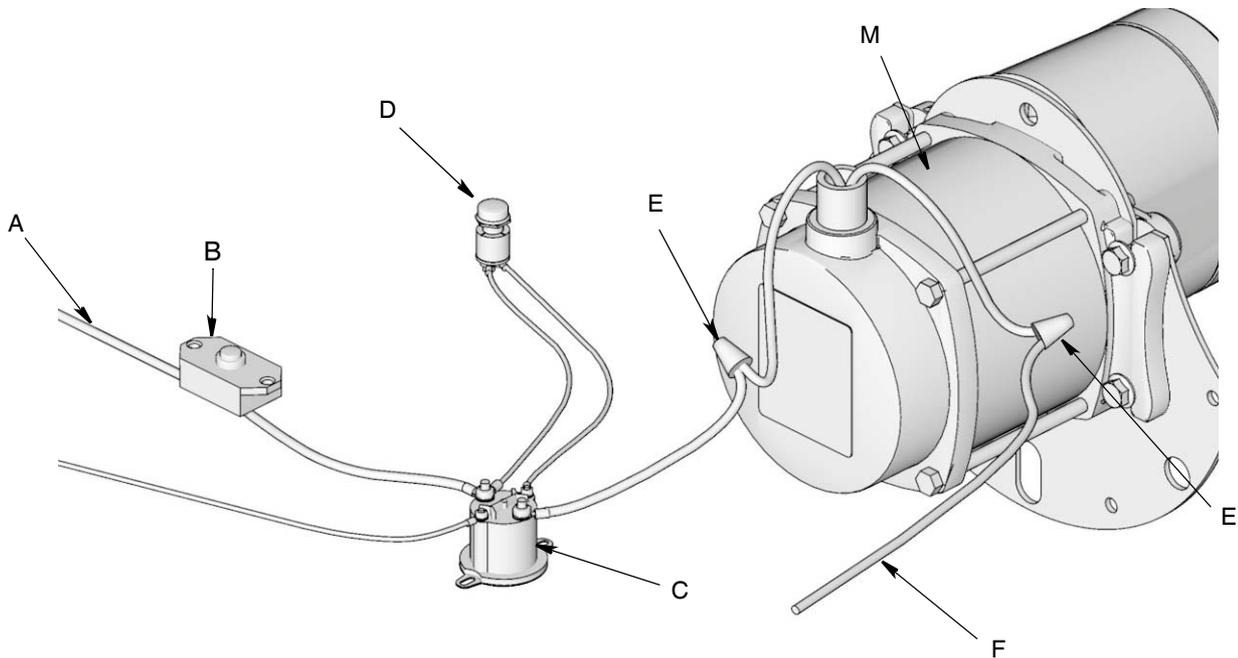
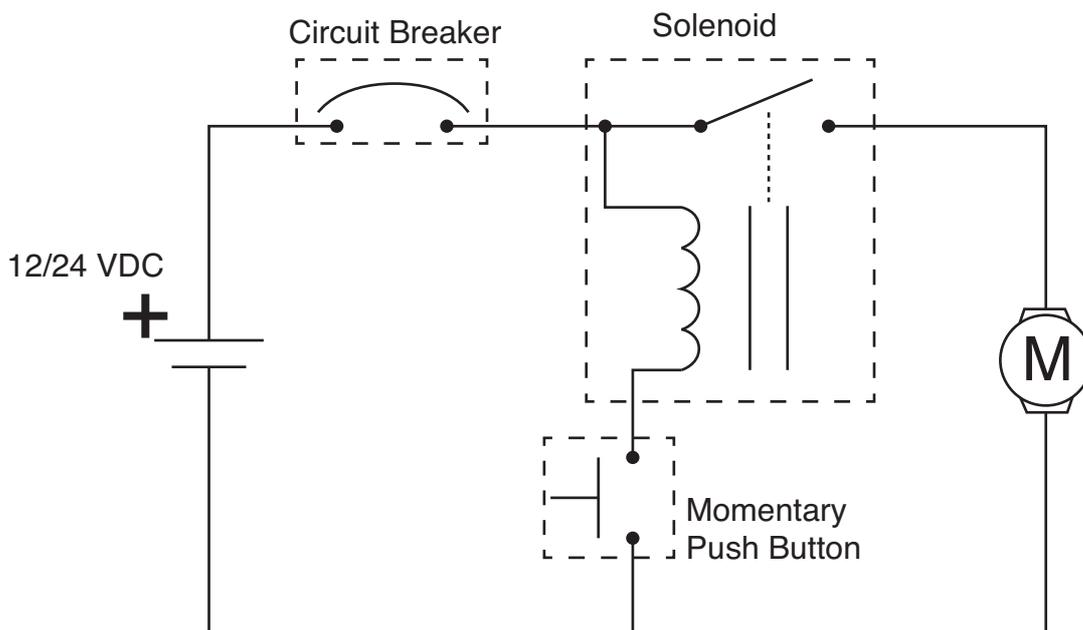

FIG. 8
FIG. 9
- Siga el diagrama de cableado provisto en FIG. 8 y el esquema de cableado en FIG. 9.